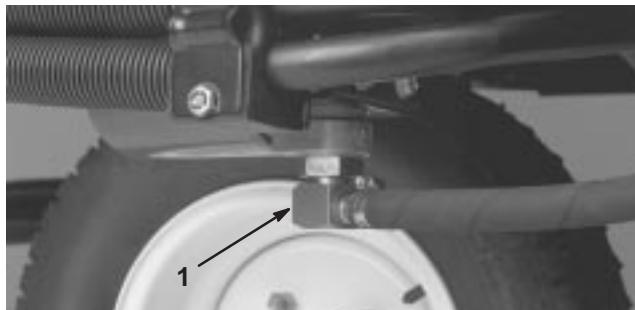
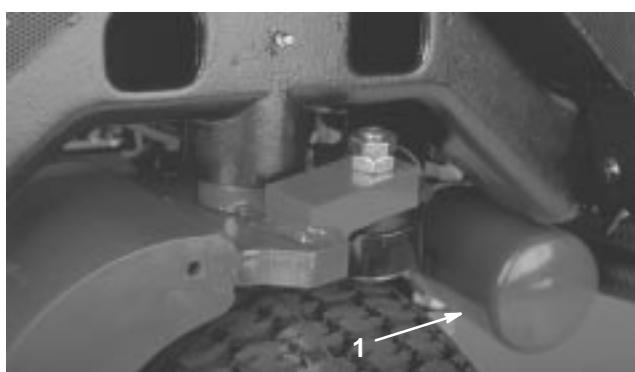

Figure 52
Figure 53
- Débranchez la conduite hydraulique (Fig. 52) ou déposez le filtre hydraulique (Fig. 53) et laissez couler l'huile dans un bac de vidange. Rebranchez la conduite hydraulique quand toute l'huile s'est écoulée.
- Nettoyez la surface de montage autour du filtre. Placez un bac de vidange sous le filtre (Fig. 53) et déposez le filtre.